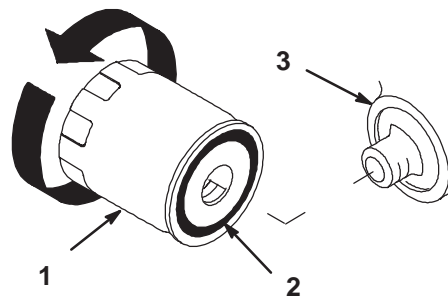

Figure 40
- Déposez le filtre à huile usagé et essuyez la surface du joint de l'adaptateur (Fig. 40).
- Appliquez une fine couche d'huile neuve sur le joint en caoutchouc du filtre de rechange (Fig. 40).
- Posez le filtre à huile de rechange sur l'adaptateur. Tournez le filtre dans le sens horaire jusqu'à ce que le joint en caoutchouc rejoigne l'adaptateur, puis donnez 1/2 tour supplémentaire (Fig. 40).